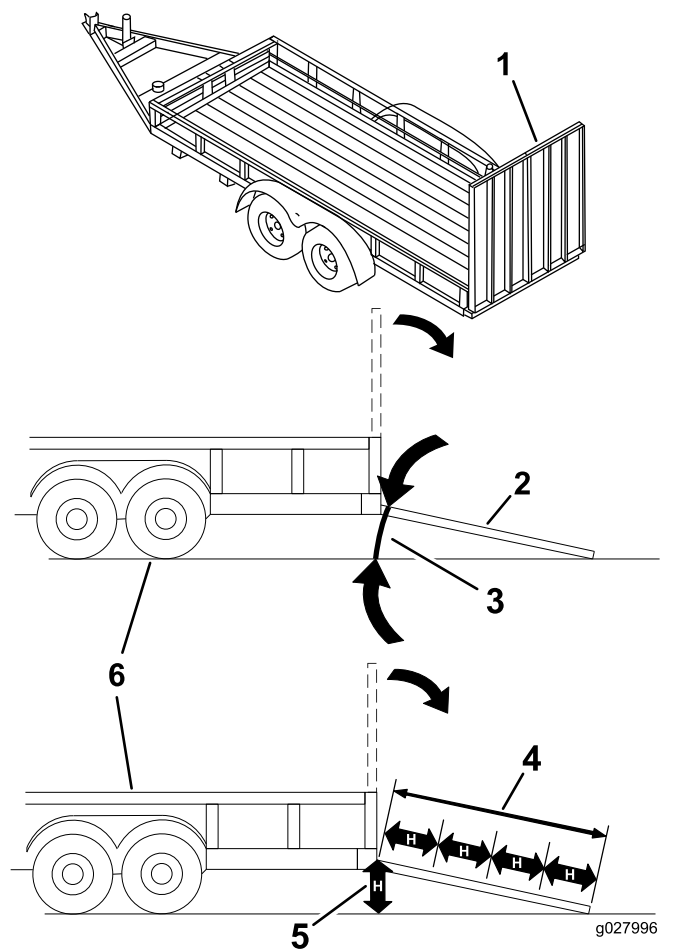

図 29
マシンをトレーラなどに搭載する作業は、機体を転倒させる危険をはらんでおり、万一そのような事故が起こると死亡事故など重大な人身事故となる 図 29。
3. 歩み板を降ろす板と地面との角度が15°以下となるにすること 図 29。
1. 歩み板を降ろす板と地面との角度が15°以下となるにすること 図 29。